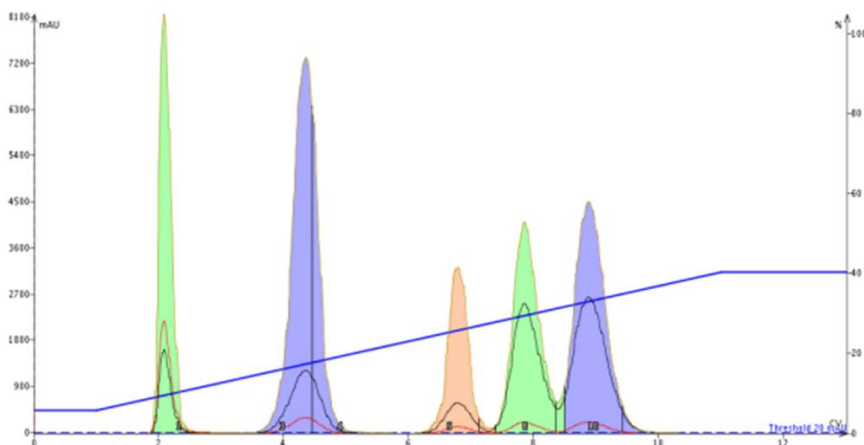

図 5. 5 成分混合液の 20% EtOAc/ヘキサン TLC に基づくリニアグラジエントは、アイソクラティック溶出に比べ、化合物の分離を高め、ピーク幅を狭くします。
リニアグラジエントでは、溶出方法は TLC で使用した溶媒比率より低い比率から始まり、TLC より高い比率で終了します。一般的なリニアグラジエントは、TLC の 1/4 の比率から始まり、TLC の 2 倍の比率で終了し、カラム容量 (CV) 10 本分の距離があります (図 5)。